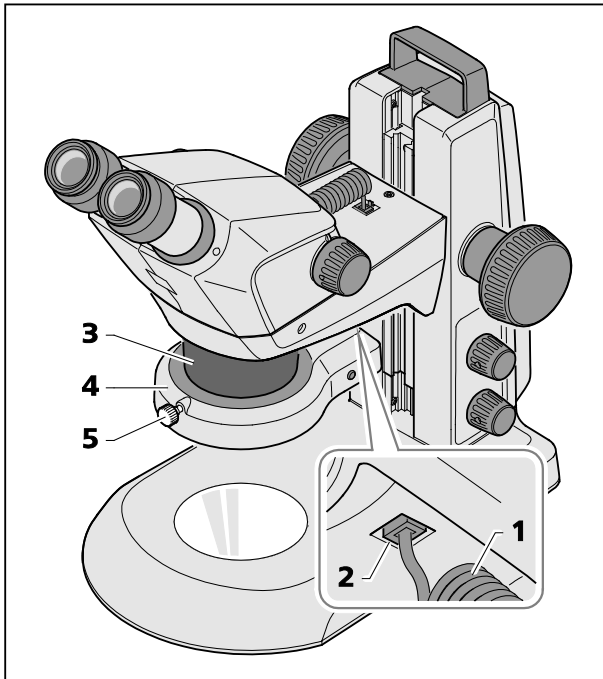

Fig. 13 Montare la lampada anulare sul corpo di microscopio
- Inserire il cavo di allacciamento (Fig. 13/1) della lampada anulare (Fig. 13/4) nella presa inferiore (Fig. 13/2) del supporto dello Stemi e nella presa della lampada anulare.
- Inserire la lampada anulare dal basso verso l'alto nel corpo di microscopio (Fig. 13/3) e fissarla mediante la vite a testa zingrinata (Fig. 13/5).